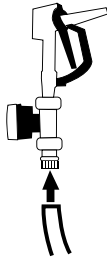

Figure 11
- Raccorder le tuyau au raccord cannelé de la buse à main et le fixer au moyen d'un collier en acier inoxydable (Figure 11, à la page 4).